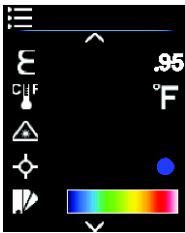

图 5.11 编程菜单示例图
- 1. 要进入编程菜单，将功能拨盘拨至任意位置以打开仪表，然后按下并按住 IGM 按钮 3 秒钟以上。菜单画面的显示如图 5-11 所示。